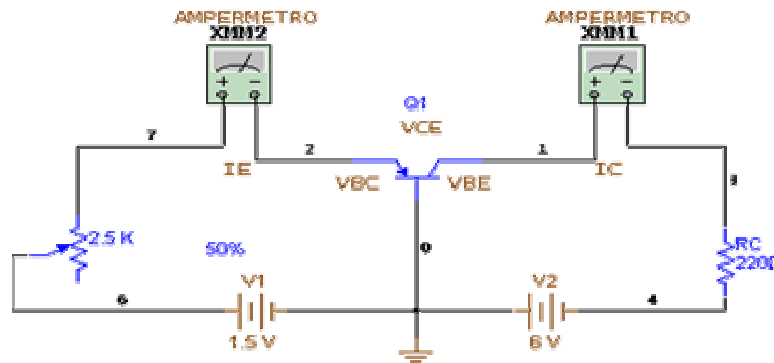

Figura 3
- a) Construya el circuito que se muestra en la figura 3.